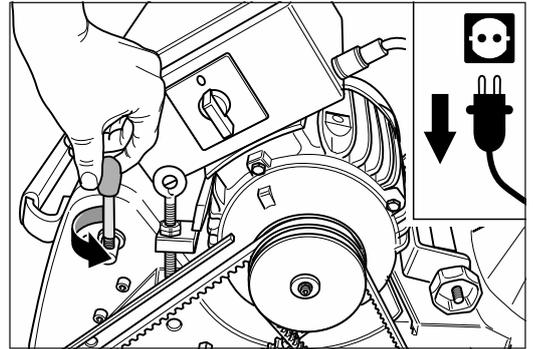

Abb. 41 Den Bedienungshebel vom Aggregat abschrauben.
- 7 Schrauben Sie den Bedienungshebel vom Aggregat ab (Abb. 41).